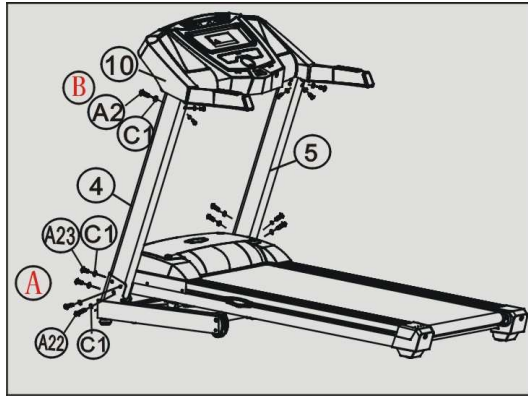

Figure 2
2. Bevestig de verticale buizen (4, 5) (zie afbeelding 2) met behulp van de halfronde M8*50 bouten (A22) en de platte ringen $\Phi 8$ (C1). Bevestig deze aan het frame (13) aan de voorzijde met behulp van twee halfronde M8*20 bouten (A23) en twee platte ringen $\Phi 8$ (C1) en aan de zijkanten met een halfronde M8*50 bout (A22) en een platte ring $\Phi 8$ (C1).
3. Bevestig de computer (10) aan de linker en rechter verticale buizen (4, 5) met behulp van zes M8*16 bouten (A2) en bijbehorende platte ringen $\Phi 8$ (C1). (Zie afbeelding 2).